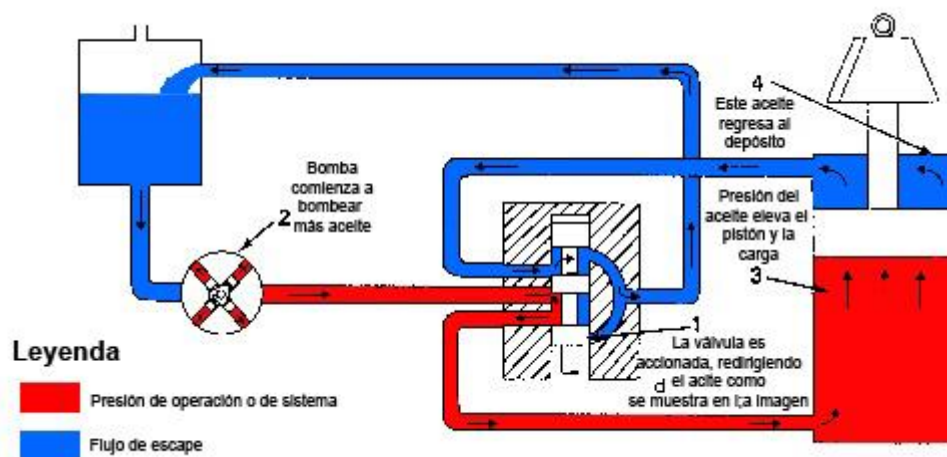

Figura 68
d. Sistema de centro cerrado. En este sistema, una bomba puede descansar cuando no se necesita que el aceite opere una función. Esto significa que una válvula de control está cerrada en el centro, deteniendo el flujo del aceite desde la bomba. La Figura 68 muestra un sistema de centro cerrado. Para operar varias funciones de manera simultánea, un sistema de centro cerrado tiene las siguientes conexiones: